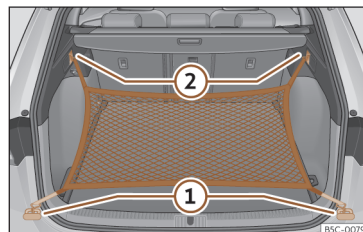

Fig. 127 Na bagageira: argolas ① e ganchos ② para fixar o saco de rede.
- Fixe os ganchos curtos da rede nas argolas de fixação»»» Fig. 127 ① »»» ⚠. O fecho de correr do saco deve ficar voltado para cima.
- Fixe as fitas nos ganchos para prender sacos ②.